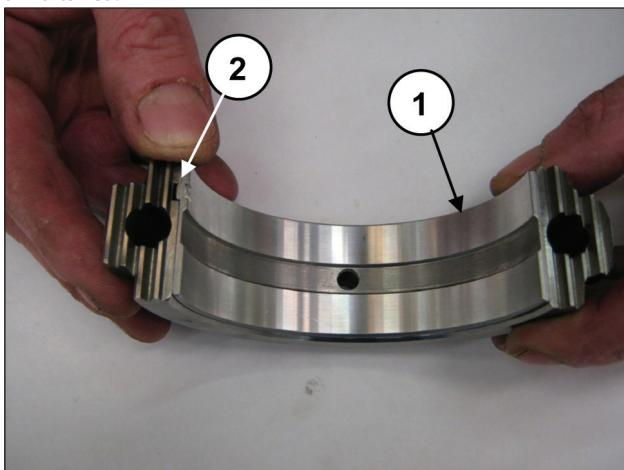

Fig. 69
Montar los semicojinetes inferiores en los sombreretes (pos. ①, Fig. 69) y comprobar que la lengüeta de referencia de los semicojinetes esté dentro del alojamiento del sombrerete (pos. ②, Fig. 69).